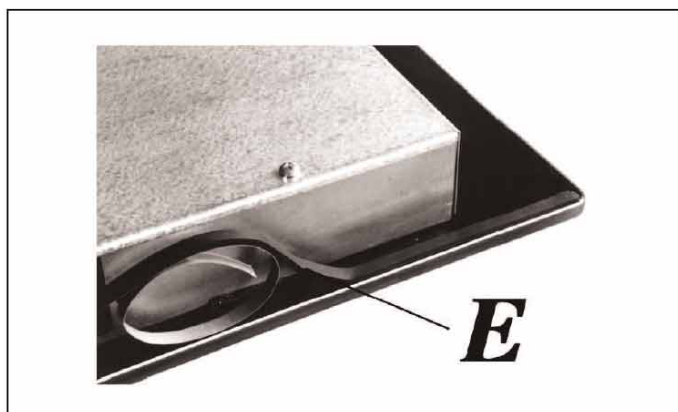

Рис. 9
- Переверните варочную панель и правильно расположите уплотнитель «Е» (Рис. 9) по краю прибора так, чтобы внешний край уплотнителя был вровень с внешним краем панели. Края уплотнителя должны сходиться вместе без зазора или перехлеста.